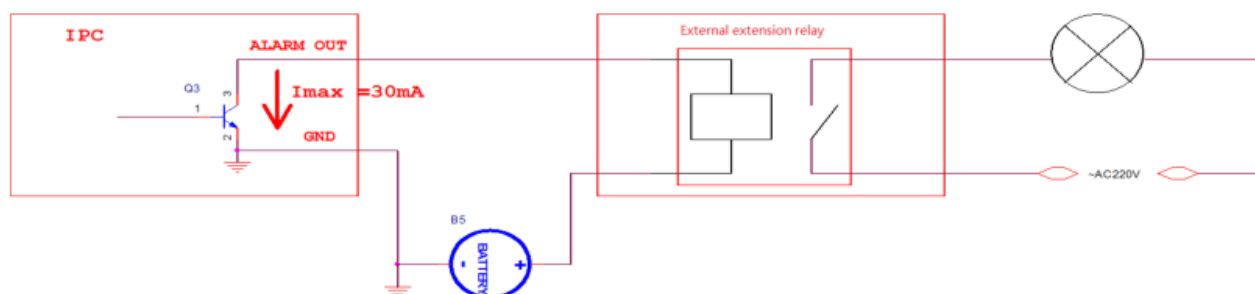

Рисунок 1.3 – Третий вариант подключения для модели тревожного выхода с транзистором (с использованием внешнего реле)
- 3) Рисунок 1.3: выход должен быть заземлен, как показано на рисунке, со стороны катода.